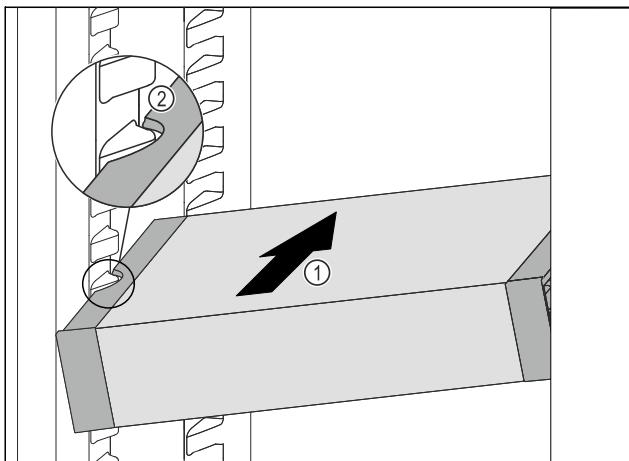

Fig. 48
- Împingeți VarioSafe oblic în frigider Fig. 48 (1), până când degajările laterale Fig. 48 (2) ale VarioSafe se află la înălțimea nervurii recipientului din frigider.